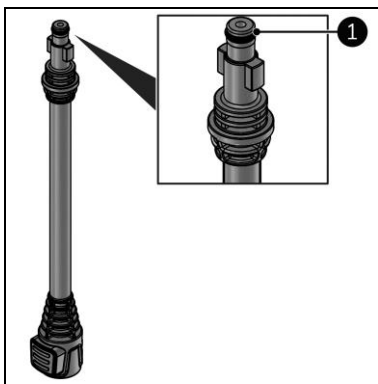

Figure 15
4. Passez de la vaseline sur le joint torique de la rallonge de la lance (figure 15, pos. 1).